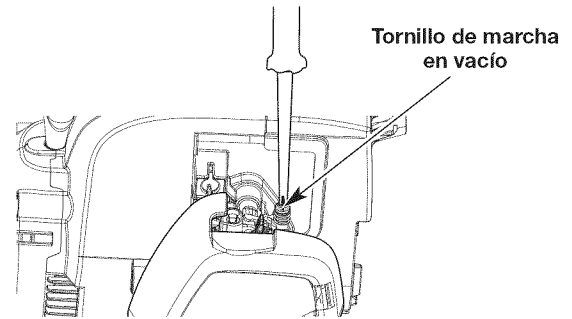

Fig. 21
2. Suelte el control del regulador y deje que el motor trabaje en vacío. Si el motor se apaga, use un destornillador pequeño Phillips para girar el tornillo de marcha en vacío en el sentido de las agujas del reloj, dándole 1/8 de vuelta cada vez (según sea necesario), hasta que el motor funcione en marcha en vacío sin inconvenientes (Fig. 21).
3. Si el motor entra en marcha en vacío muy rápidamente, gire el tornillo de marcha en vacío en sentido contrario a las agujas del reloj 1/8 de vuelta cada vez (según sea necesario) para reducir la marcha en vacío (Fig. 21).